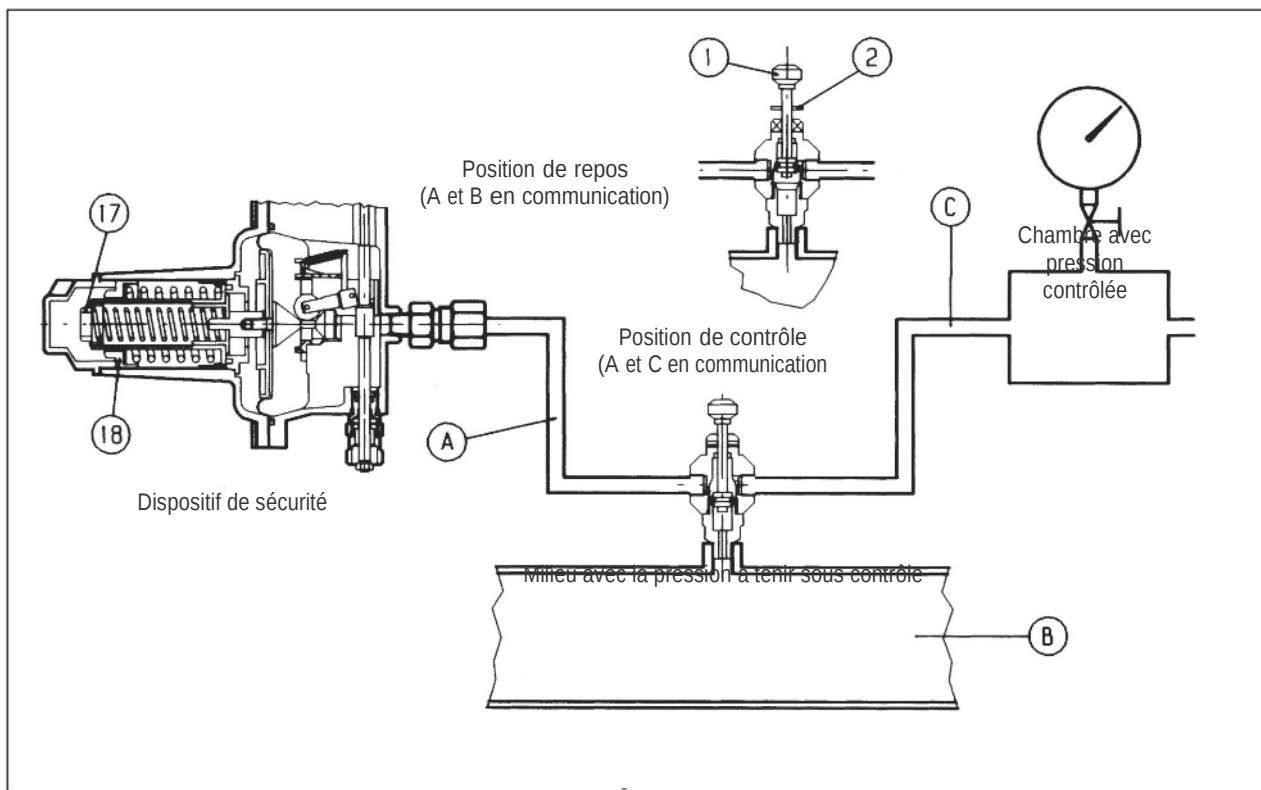

fig. 18
A) Pour les dispositifs de bloc branchés à la tuyauterie en aval à travers la vanne de dérivation à trois voies "push" 11 procéder comme suit (fig. 18):
- A)** Pour les dispositifs de bloc branchés à la tuyauterie en aval à travers la vanne de déviation à trois voies "push" 11 procéder comme suit (fig. 18):